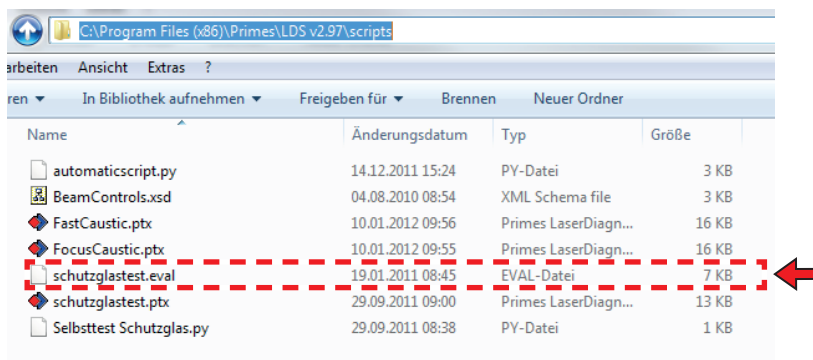

Abb. 21.23: Skriptverzeichnis
Mit der skriptgesteuerten LDS können Sie mehrere Strahlparameter vergleichen, um die Messung zu bewerten. Der Vergleich wird von Dateien mit der Erweiterung „*.eval“ gesteuert. Eine dieser Dateien wird bei der Installation der LDS ins Skript-Verzeichnis mitinstalliert (siehe Abb. 21.23).
- Starten Sie den Windows® Explorer und kopieren Sie die Datei **BeamControls.xsd** vom Skriptordner (siehe Abb. 21.23) in das Speicherverzeichnis (BCS_Saves)